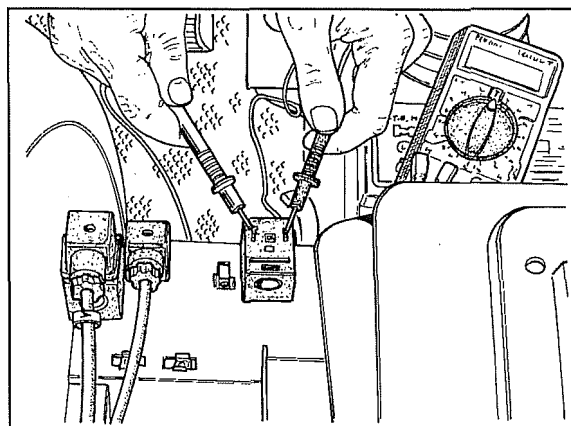

Fig. 4
- 5 Se houver 12 V na ficha, efectuar a medição do valor de resistência da bobina electroválvula dupla tracção, ver fig. 4.
18 Controlar com um tester o valor de resistência da bobina de modo análogo à bobina da electroválvula da dupla tracção ilustrada na fig.4.